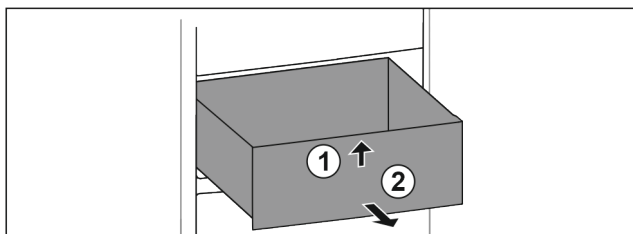

Fig. 28
- ▶ Nadzvedněte zásuvku vpředu. Fig. 28 (1)
- ▶ Vyjměte zásuvku dopředu. Fig. 28 (2)